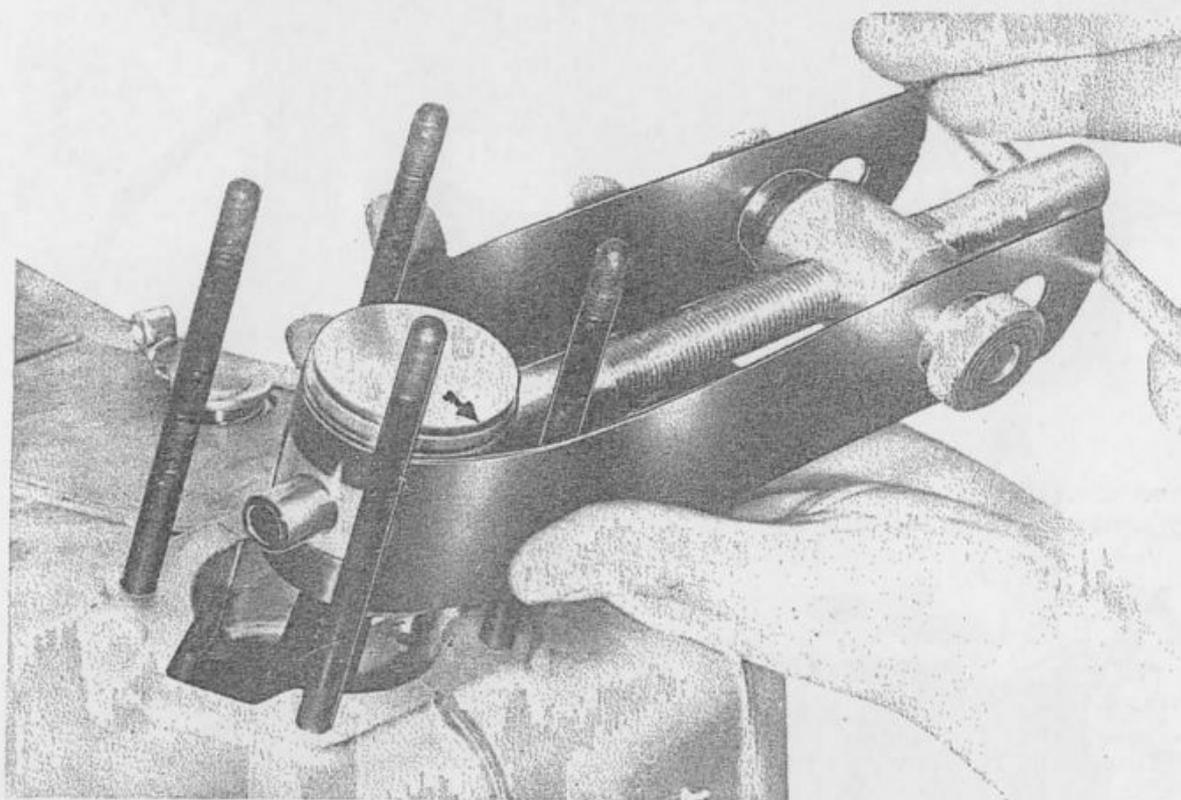

Fig. 11 - Estrazione spinotto
- Sfilare lo spinotto con l'apposito «Estrattore per spinotto», matricola 0005.075.00 (fig. 11). Rimuovere la gabbia a rulli su spinotto.